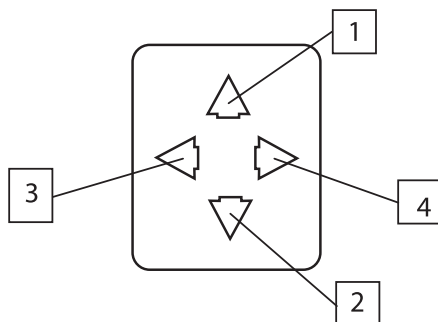

Рис. 5 – Порядок нажатия кнопок для ввода пароля
- 2) Введите пароль. Для ввода пароля нажмите кнопки выбора (см. рис.4) в следующей последовательности: ВВЕРХ – ВНИЗ – ВЛЕВО – ВПРАВО (рис.5)